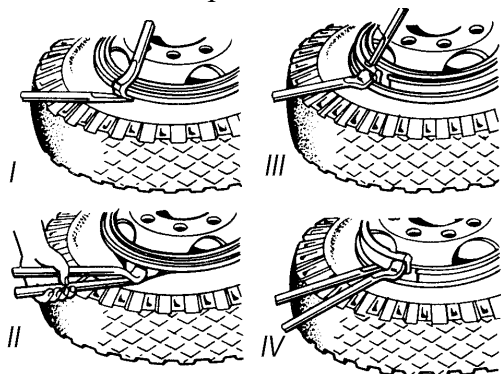

Рис. 35 Разборка колеса:
- в образовавшийся зазор вставить изогнутую лопатку так, чтобы ее конец упирался в бортовое кольцо, а пятка на прямую лопатку и одновременно отжать их вниз (рис. 35 I,II);
- вставить конец прямой лопатки в прорезь на замочном кольце и, отжимая ею кольцо из канавки, одновременно, вставив конец изогнутой лопатки под буртик замочного кольца и упираясь ею о бортовое кольцо приподнять кольцо вверх (рис. 35, III).
- поддерживая кольцо прямой лопаткой, извлекать кольцо изогнутой монтажной лопаткой до тех пор, пока оно полностью не выйдет из канавки (рис. 35, IV).